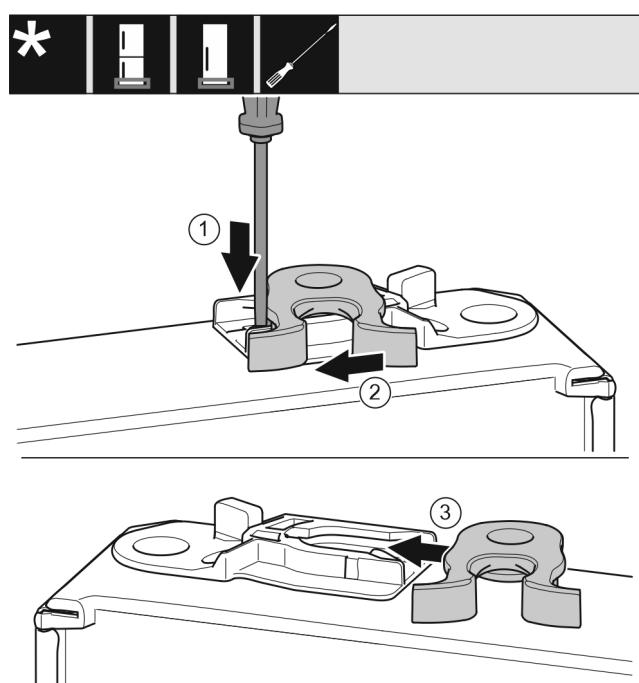

Fig. 27
- ▶ За допомогою шліщової викрутки притисніть униз накладку. Fig. 27 (1)
- ▶ Витягніть із напрямної запірний гачок. Fig. 27 (2)
- ▶ Вставте запірний гачок у напрямну з іншого боку. Fig. 27 (3)